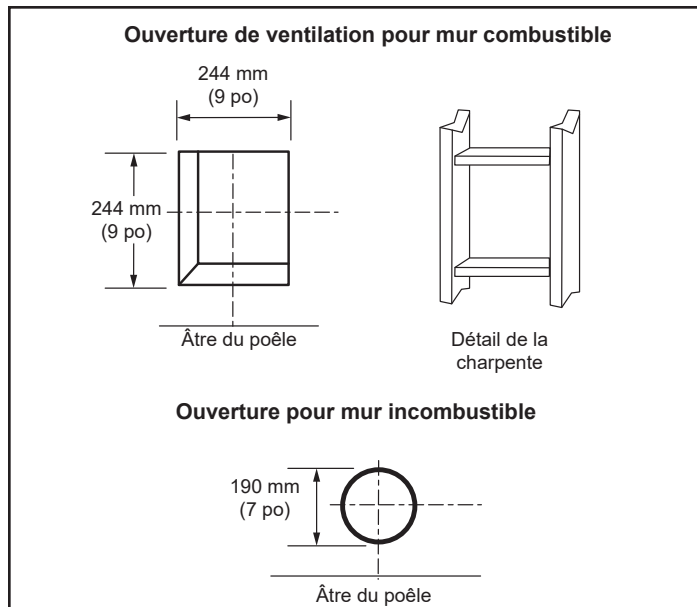

Figure 3.11 – Localiser l'ouverture de la ventilation sur le mur
1. Localisez l'ouverture de ventilation sur le mur. Il peut être nécessaire de positionner d'abord le poêle et de prendre des mesures pour déterminer l'emplacement de l'ouverture. Selon que le mur est combustible ou non, coupez l'ouverture en fonction de la taille (figure 3.11). Pour les murs combustibles, installez d'abord un cadre dans l'ouverture. Murs combustibles : Découpez un trou de 244 x 244 mm (9 x 9 po) à travers le mur extérieur et installez un cadre, comme indiqué à la figure 3.11. Murs incombustibles : L'ouverture du trou doit avoir un diamètre de 178 mm (7 po).